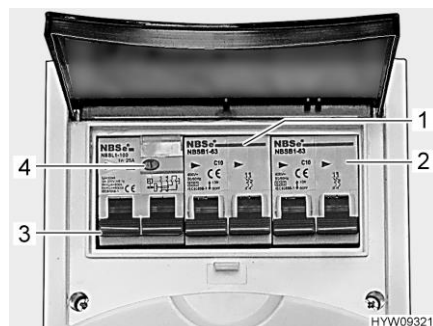

Bild 101 Ledningsskyddsbrytare och FI-brytare (230 V-säkringslåda)
En jordfelsbrytare (FI-brytare) (Bild 101,3) i säkringslådan skyddar hela fordonet mot läckström (0,03 A).
Den efterkopplade ledningsskyddsbrytaren (10 A) (Bild 101,1) skyddar 230 V-uttagen, el-blocket, den extra laddaren och kylskåpet.
På fordon med tilläggsutrustning t. ex. takklimatanläggning skyddas apparaten av en extra ledningsskyddsbrytare (16 A) (Bild 101,2).
- När fordonet är anslutet till 230 V-försörjningen: Tryck på kontrollknappen (Bild 101,4). Jordfelsbrytaren (FI) måste lösa ut.